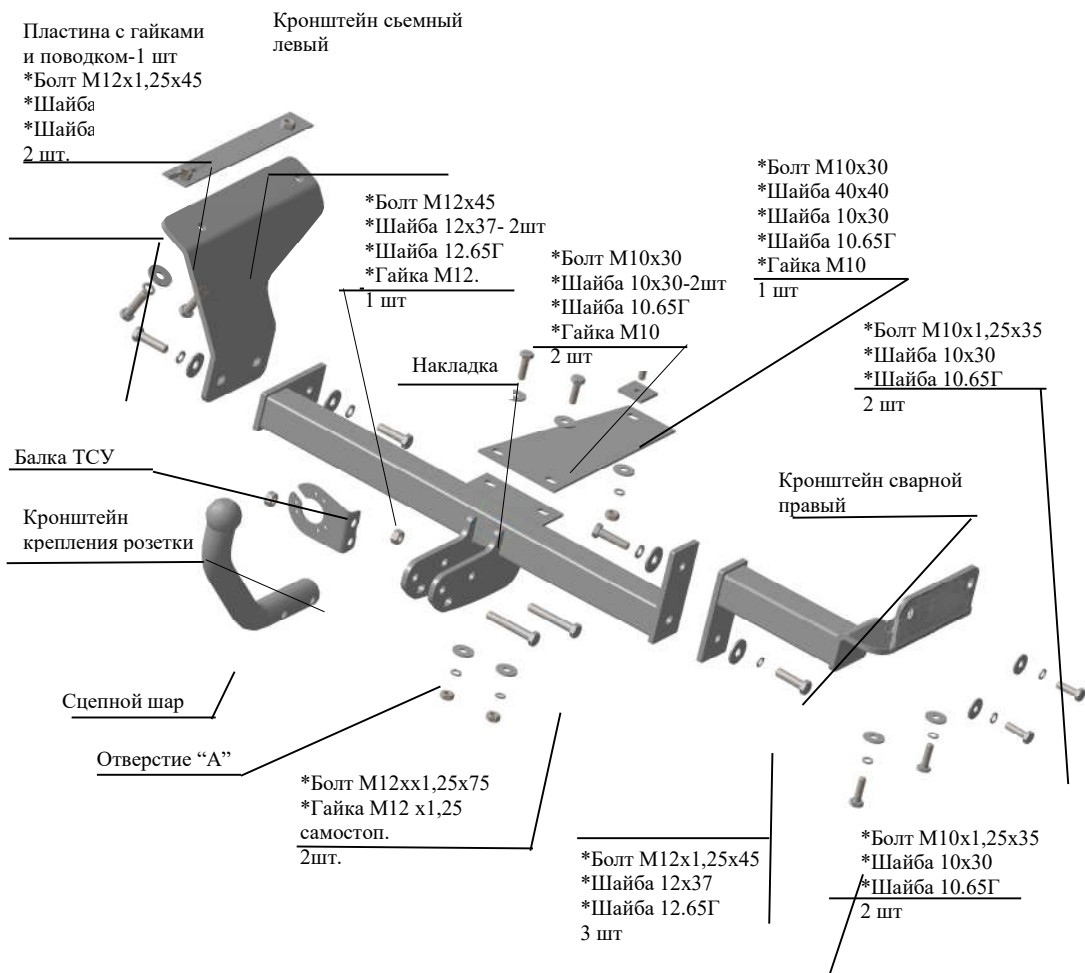

Рис.1 Тягово-сцепное устройство ТСУ 8400.
2.1 ТСУ 8400 в сборе (рис.1)	1 шт.
2.2. Пакет комплектующих (рис.1)
4.3 Закрепить сварной правый кронштейн ТСУ к нижней и боковой полке правого лонжерона болтами М10х1,25х35, согласно рис.1, используя гайки штатные и подложив под головки болтов шайбы 10.65Г и шайбы 10х30. Крепеж не затягивать
4.4 Навинтить накладку к балке ТСУ болтами М10х30 и гайками М10, подложив под гайки шайбы 10.65Г и шайбы 10х30, изнутри багажника закрепить накладку болтом М10х30 и гайкой М10, подложив под головку болта шайбу 40х40, а под гайку шайбу 10.65Г и шайбу 10х30, затем закрепить балку ТСУ к боковым кронштейнам болтом М12х45 и крепежом соответственно рис.1, к приварным гайкам - крепить болтами М12х1,25х45, подложив под головки болтов шайбы 12,65Г и шайбы 12х37. Крепеж не затягивать.